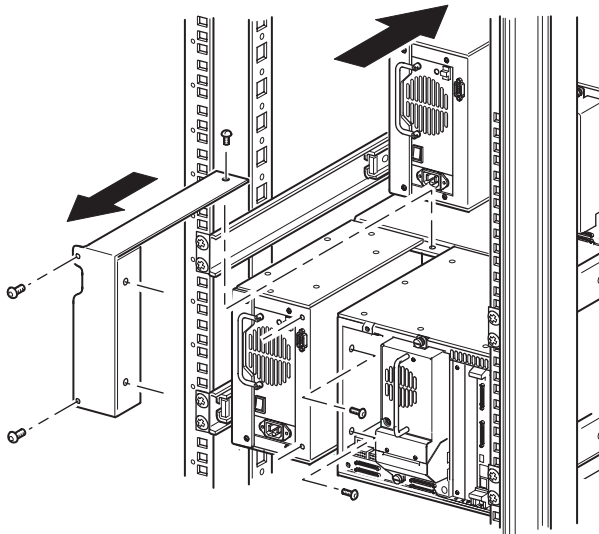

Abbildung 2–8: Entfernen der PTM-Schachtabdeckung
- c. Drehen Sie die Schrauben, mit denen die PTM-Schachtabdeckung an der Rückseite der einzelnen Library-Gehäuse befestigt ist, mit einem Kreuzschlitzschraubendreher (Phillips Größe 2) heraus (siehe Abbildung 2–8).
4. Installieren der PTM-Basiseinheit (siehe Abbildung 2–9).